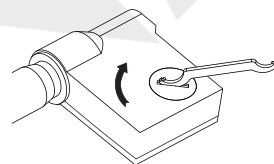

Fig.3
- Installez le couvercle de la batterie et verrouillez-le dans le sens des aiguilles d'une montre à l'aide d'une clé (Fig.3).